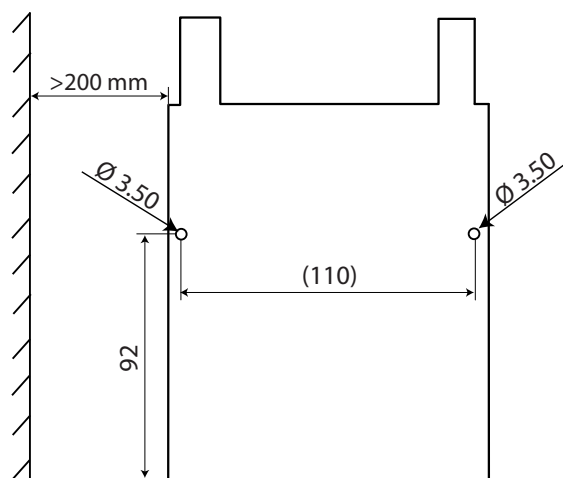

Fig. 1.b
2. fissare la staffa di fissaggio mediante 2 viti M4x12 in dotazione (vedi Fig. 1.c), controllando con una bolla (livella) la posizione orizzontale;